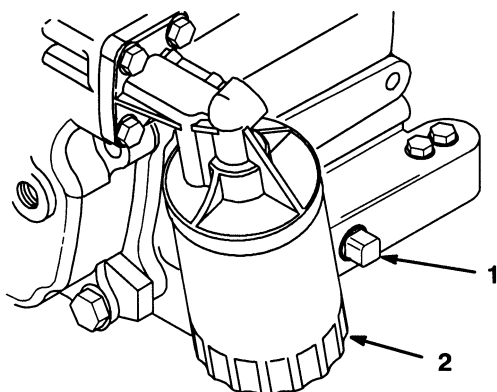

Figure 23
3. Enlevez le bouchon de vidange (Fig. 23) et laissez l'huile s'écouler dans le bac de vidange. Remettez le bouchon quand toute l'huile s'est écoulée.
4. Déposez le filtre à huile (Fig. 23). Enduisez le joint du filtre neuf d'une légère couche d'huile propre.